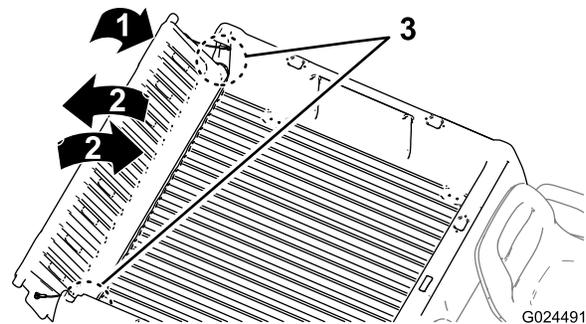

Figura 13
2. Rode a porta traseira para a posição de aproximadamente 45° (Figura 13).
3. Com um movimento breve e oscilante, rode a porta traseira para trás e para a frente várias vezes (Figura 13).